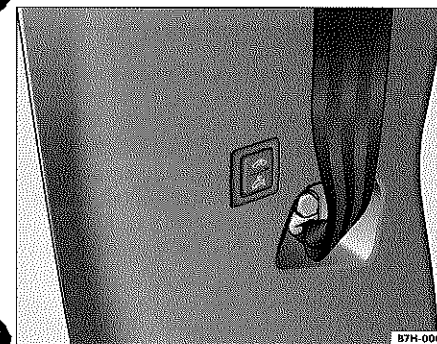

Fig. 19 Junto al asiento del conductor: tecla basculante para conexión y desconexión de la vigilancia del habitáculo o del sistema antirremolque
- Conecte el encendido y pulse la parte superior de la tecla ⇒ fig. 19  para desconectar la vigilancia del habitáculo. En la tecla se enciende un testigo de control hasta que se bloquee el vehículo.
Si desea desconectar la vigilancia del habitáculo y el sistema antirremolque, pulse primero la parte superior de la tecla y a continuación la parte inferior de la misma ⇒ fig. 19.